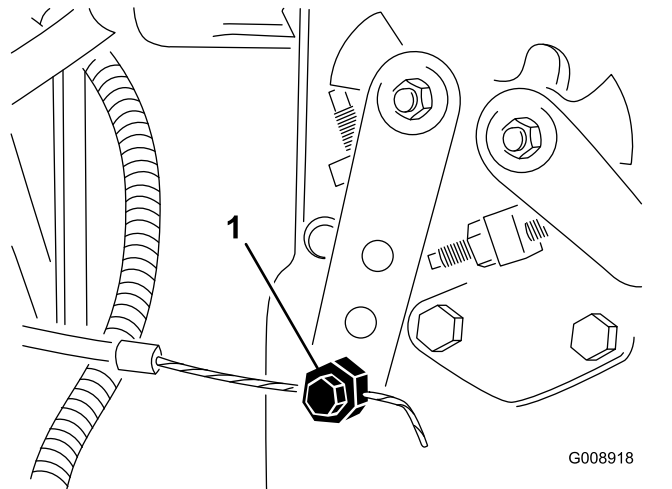

Figura 73
- Desaperte o conector do cabo do regulador no braço da alavanca da bomba de injeção (Figura 73).